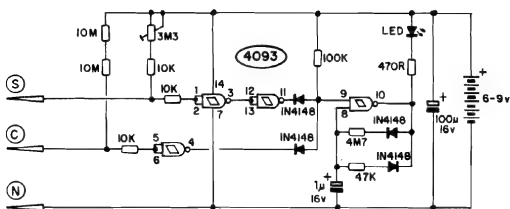

Fig.1
- FIG. 1 - O CIRCUITO - O diagrama mostra, "de cara", que apesar das relativas sofisticações no seu funcionamento e automatismo, o circuito do ROJA não